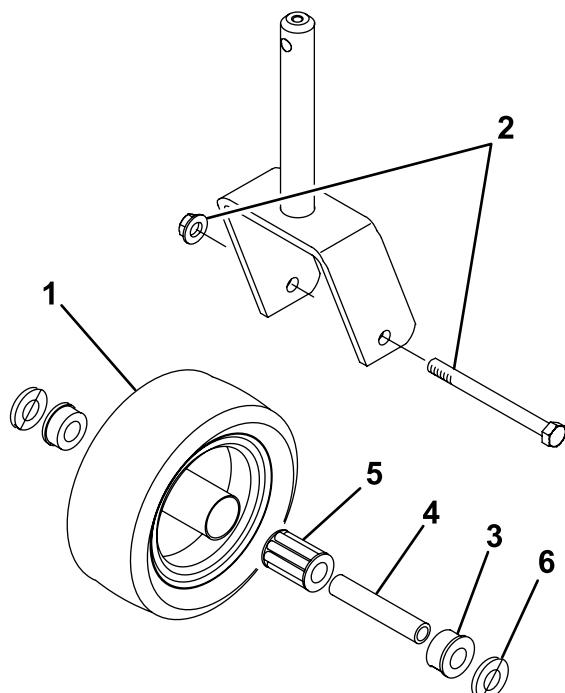

Figura 22
3. Retire el casquillo intermedio del cubo de la rueda (Figura 22).
9. Coloque el otro casquillo en la parte abierta del cubo de la rueda para fijar el cojinete dentro del cubo (Figura 22).
1. Retire la contratuerca del tornillo de caperuza que sujetla el conjunto de la rueda giratoria a la horquilla (Figura 22).